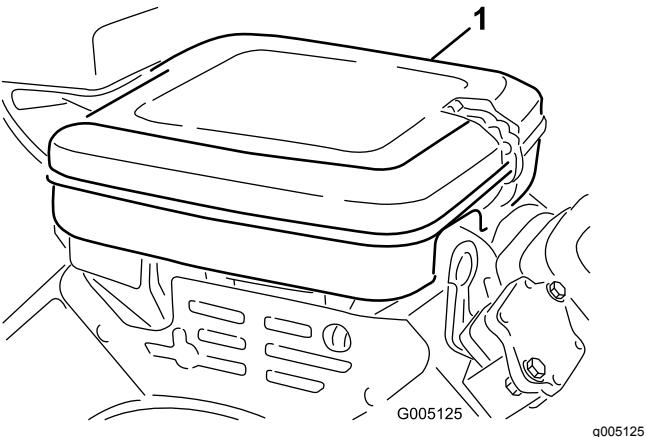

Figura 30
1. Pulite il coperchio del filtro dell'aria (Figura 30).